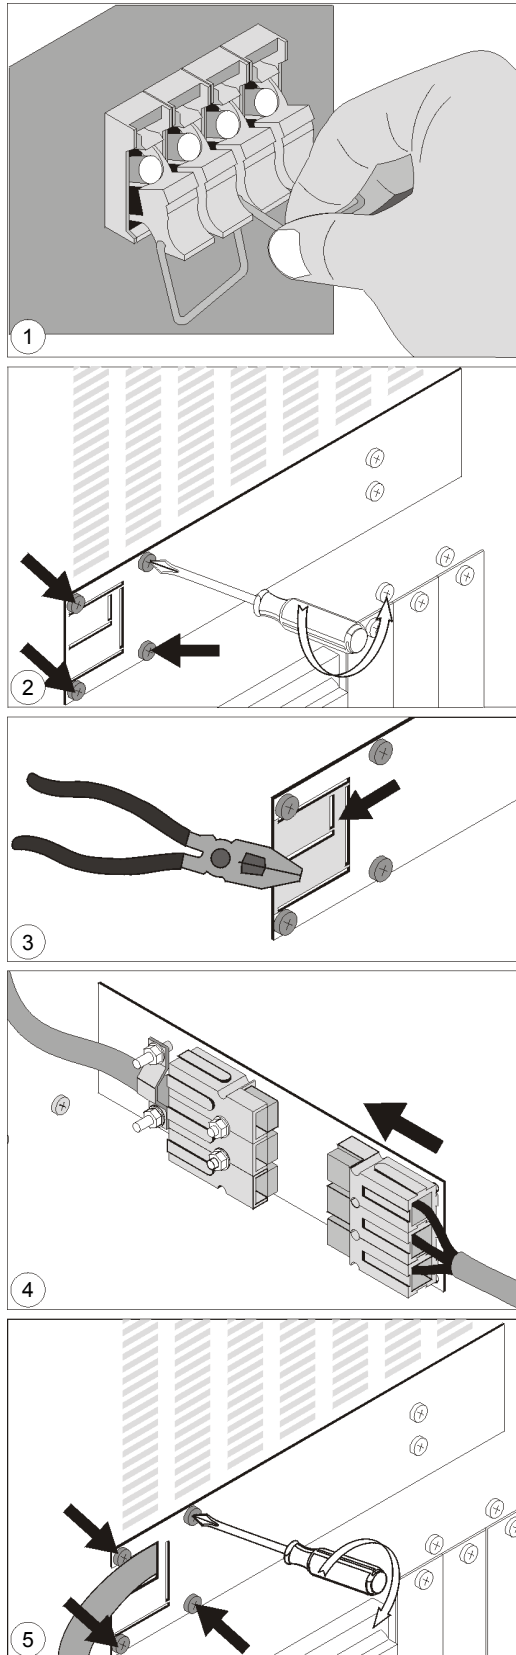

Рис. 7. LP 5/6-31T: Установка дополнительных батарейных блоков.
1. Откройте гнезда предохранителей на задней панели корпуса ИБП (17) и батарейного блока (18) и убедитесь, что предохранители удалены.
2. Задняя панель ИБП: отвинтите 4 болта, которые крепят крышку разъема постоянного тока (15), и отстройте крышку. Розетка постоянного тока установлена на внутренней стороне крышки.
3. Отломайте часть крышки: большую часть (показана серым цветом на рис.7), если блок доп. батарей снабжен фиксатором (19 на рис.13а), в противном случае – меньшую часть. При наличии фиксатора, закрепите его на крышке.
4. Подсоедините разъем батарейного блока (15а) к розетке на ИБП (15). При правильном соединении, Вы услышите щелчок.
5. Пропустите кабель постоянного тока через отверстие в левой стороне крышки (15) и установите крышку на место. Заверните 4 болта.
7. Вставьте 2 предохранителя (7 Ач) или 4 предохранителя (14 Ач) в каждый батарейный блок и закройте держатели (18).